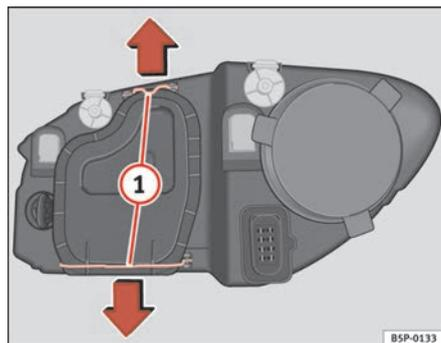

Fig. 164 Feux de croisement
- Déplacez les tirants ⇒ fig. 164 ① dans le sens de la flèche puis retirez le cache.